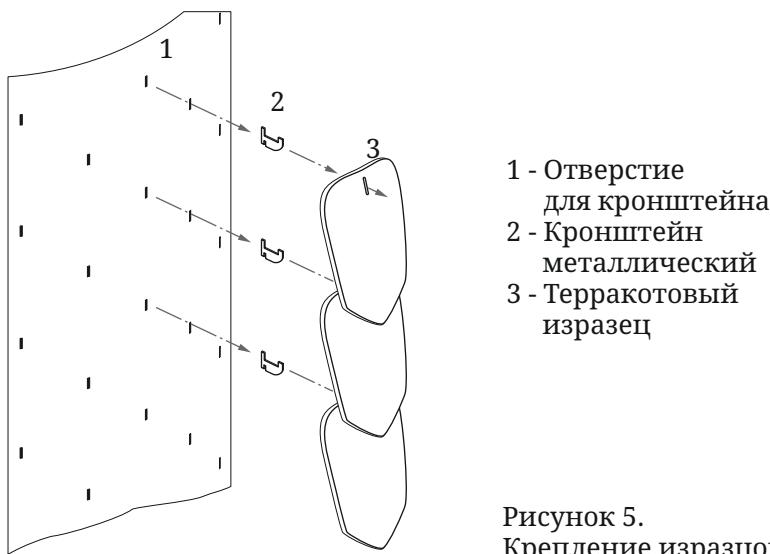

Рисунок 5.
До навешивания изразцов нужно снять верхнюю рамку с кожуха печи. Крепление терракотовых изразцов (3) на печь предельно просто. В комплекте с печью поставляются металлические кронштейны (2), которые вставляются в отверстия на кожухах печи и дымохода (1) (рисунок 5). Кронштейны нужно вставить во все отверстия.